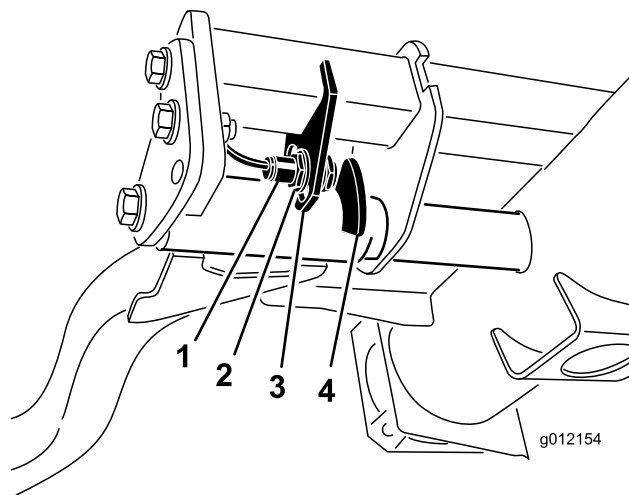

図 34
2. 昇降アームのスイッチは、油圧のメインタンクの下にある右前昇降アームの後ろ側に装着されている 図 34。
3. スwitchの取り付けねじ 図 34をゆるめ、スイッチの位置を下げると、昇降アームの旋回高さが高くなり、上げると、昇降アームの旋回高さが低くなる。取り付けボルトを締め付ける。